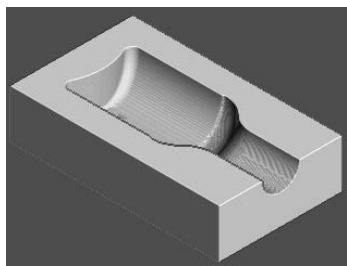

图 5-133 仿真加工结果 2
2) 在“仿真”工具栏的“当前刀具路径”下拉列表中选择要模拟的刀具路径 finish1, 然后单击“执行”按钮, 系统开始自动仿真加工, 仿真加工结果如图 5-133 所示。